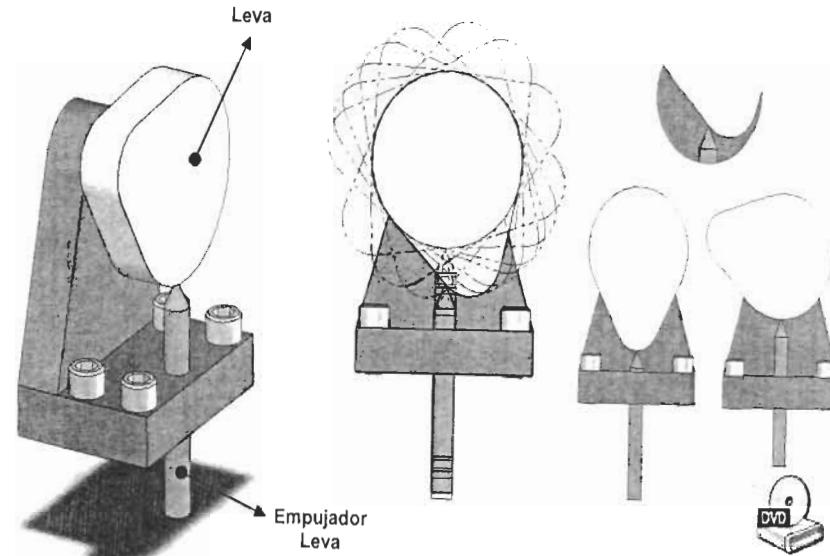

Figura 8.27. Leva.
4. En **Empujador de Leva** indique el **Vértice** o **Cara** del empujador desde la **Zona de Gráficos**. En el caso de la Figura 8.27 se ha seleccionado el **Vértice** (punta) del **Empujador**.